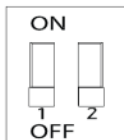

Рис. 4
2. Як показано на **рис. 4**, відрегулюйте положення вимикача так, щоб обидві перемикачі були в нижньому положенні (**1 і 2**).